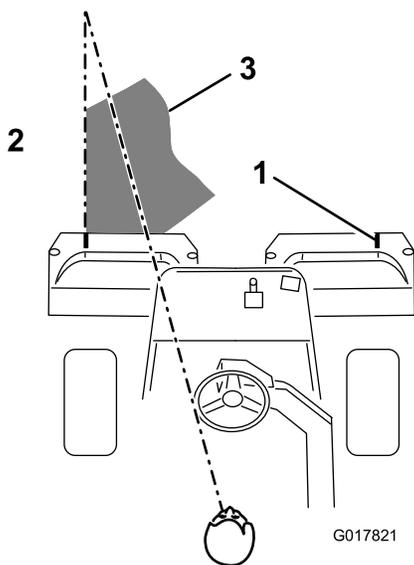

図 38
3. 行きと帰りでのオーバーラップができるだけ小さくなるように運転します。グリーン内をぶれずにきれいに直進し、刈り込みの済んだ列との距離を一定に保って走るためには、車体前方1.8から3mのところを視線を置いて、刈り込み済みの済んでいる列にラインを合わせるようにするのがコツです(図38)。ハンドルを目印にして距離を合わせても良いでしょう。その場合、ハンドルの縁と本機前方の目標ラインとを重ねて見ながら運転します(図38)。